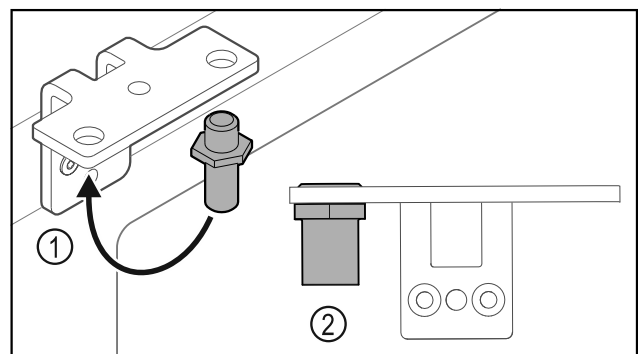

Fig. 36
- ▶ Mettre l'axe Fig. 36 (1) dans l'autre trou de l'équerre de charnière.
- ▶ Serrer l'axe Fig. 36 (2) au **couple de 12 Nm**.